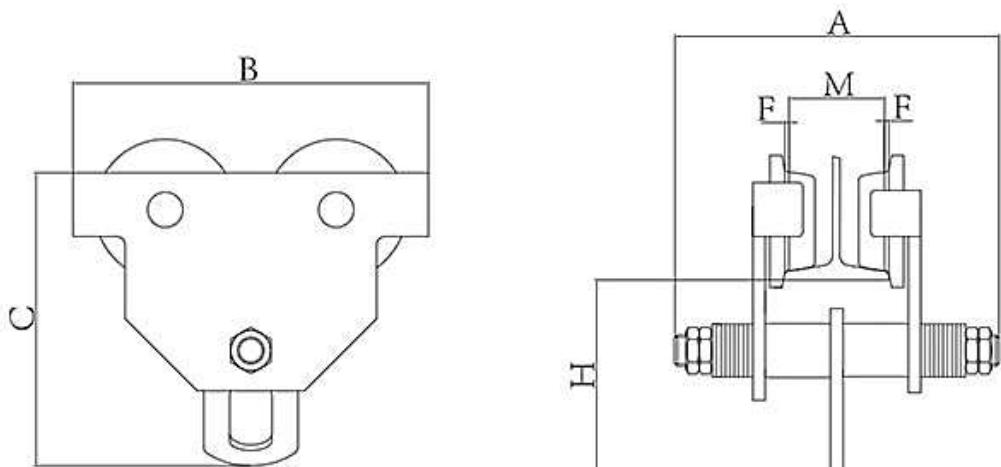

Рисунок 1. Габаритные размеры тележки холостая для тали тип А.
Механическая тележка (см. Рис.1) состоит из левой пластины (10), правой пластины (7), подвесного пальца (6), подвесной пластины (8), маховика ручной подачи (3), вала (4) и др. Обычна тележка (см. Рис. 2) состоит из левой пластины (10), правой пластины (7), подвесного пальца (6), подвесной пластины (8) и др. Колеса (1) установлены на левой и правой пластинах Подвесной палец, проходящий через левую и правую пластины и подвесную пластину, на которой подвешены лебедки, замкнут гайками (12).